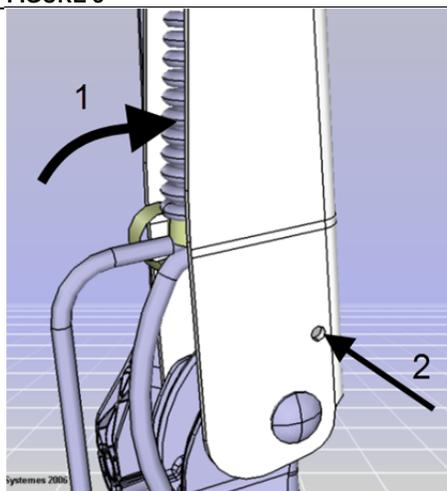

FIGURE 4
3. Pour faciliter le retrait du bras, tirer le bras vers l'avant (1) du véhicule puis insérer une petite tige de métal dans l'orifice indiqué (2) afin de bloquer en cette position (FIGURE 4).